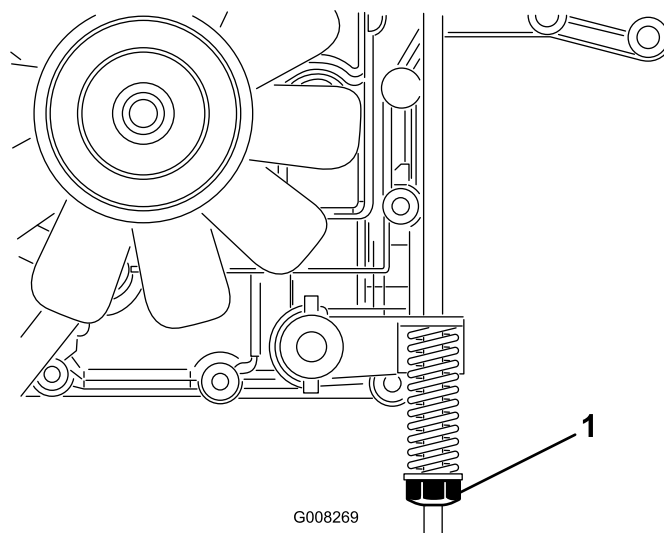

Figura 35
El freno está ubicado en la parte derecha del eje trasero, en la parte interna de la rueda trasera (Figura 35).
3. Gire la tuerca de ajuste del freno en el sentido de las agujas del reloj hasta que no pueda empujar la máquina (Figura 35).